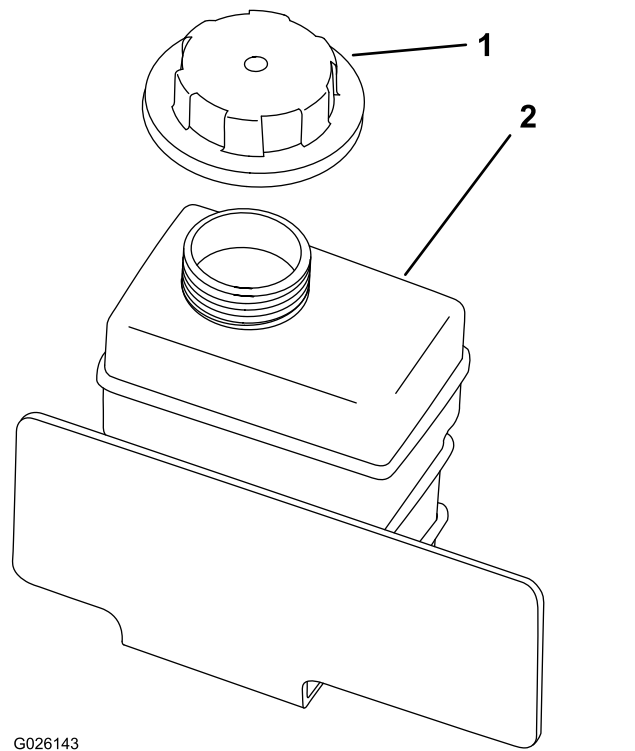

Figura 19
2. Controllate il livello del refrigerante nel serbatoio di riserva (Figura 19).